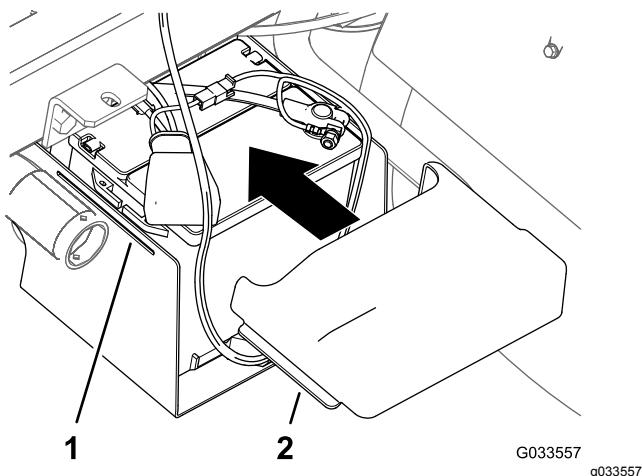

Figura 33
10. Apriete los lados de la cubierta de la batería, alinee las pestañas de la cubierta con las ranuras de la base de la batería, y suelte la cubierta de la batería (Figura 33).